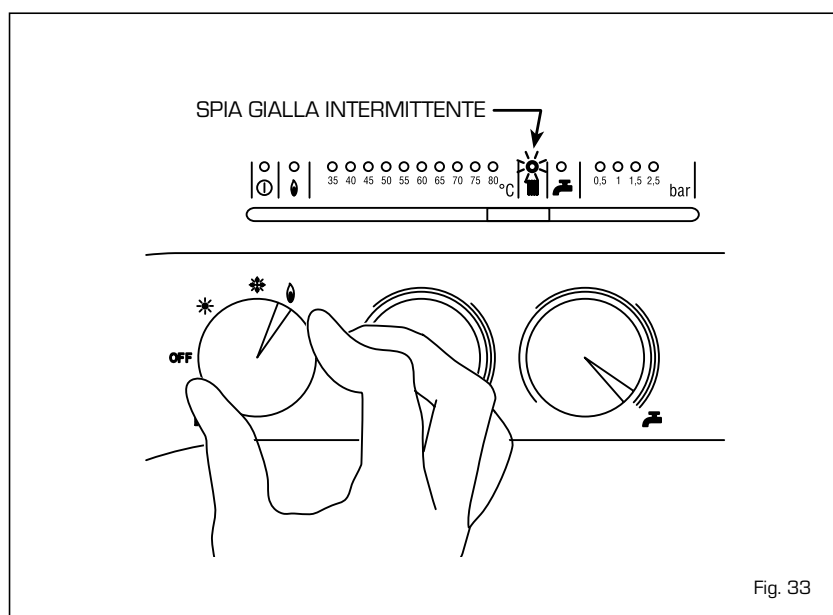

Fig. 33
Per effettuare la verifica di combustione della caldaia ruotare il selettore e sostare su posizione (I) fino a quando il led giallo (III) non inizia a lampeggiare (fig. 33).